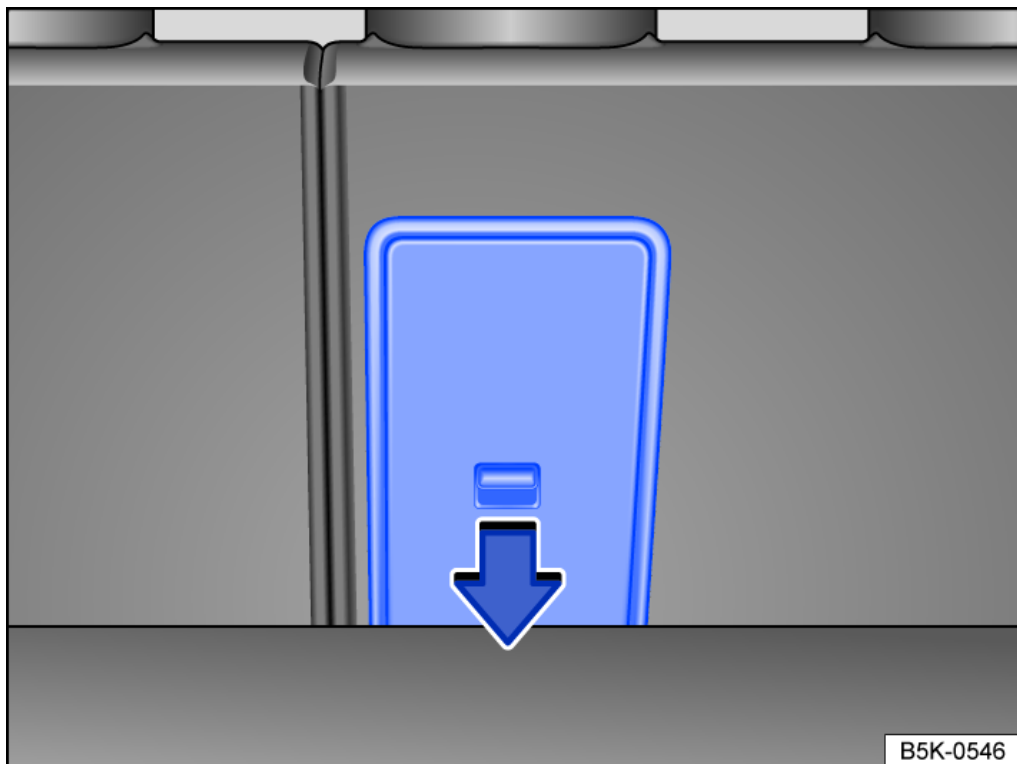

Abb. 2 Im Gepäckraum: Durchladeeinrichtung öffnen.
- **ODER:** Durchladeeinrichtung vom Gepäckraum aus öffnen: Entriegelungshebel in Pfeilrichtung nach unten drücken → *Abb. 2* und den Deckel nach vorn drücken.